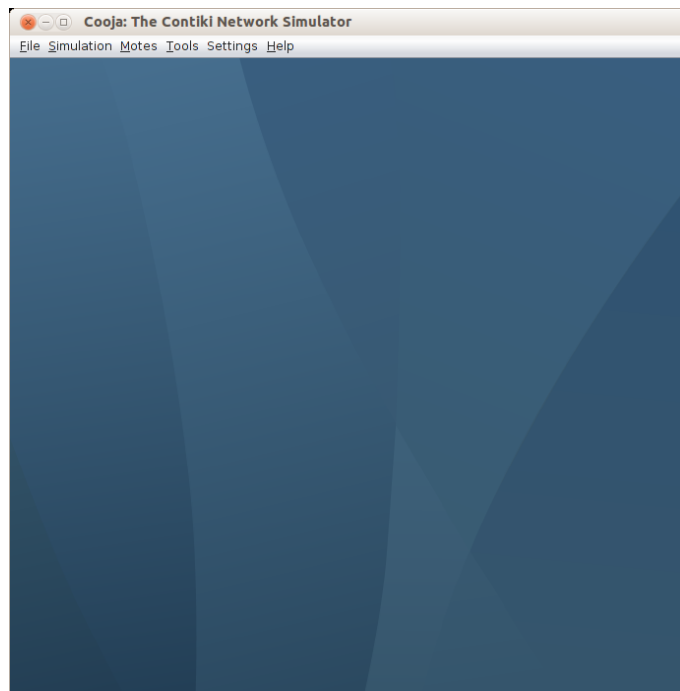

Figura 1: Tela inicial do Cooja
2. Execute o Cooja com o comando 'ant run'; Deve ser observada a interface inicial do Cooja, conforme Figura 1;